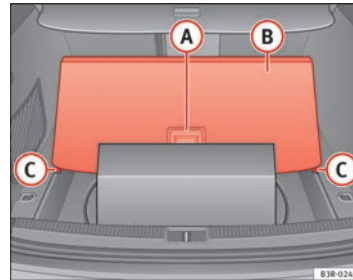

Abb. 122 Ladeboden angehoben
- Stellen Sie mit Hilfe des Griffs **(A)** ⇒ Abb. 122 die Ladebodenabdeckung **(B)** auf und justieren Sie die Außenkanten in den Aussparungen **(C)**.
- Klappen Sie den Ladeboden mit Hilfe des Griffs **(A)** ⇒ Abb. 122 bis zur Rücksitzlehne zusammen.
Kleine Gegenstände können Sie auch **unter** der Abdeckung **(B)** ⇒ Abb. 122 verstauen.